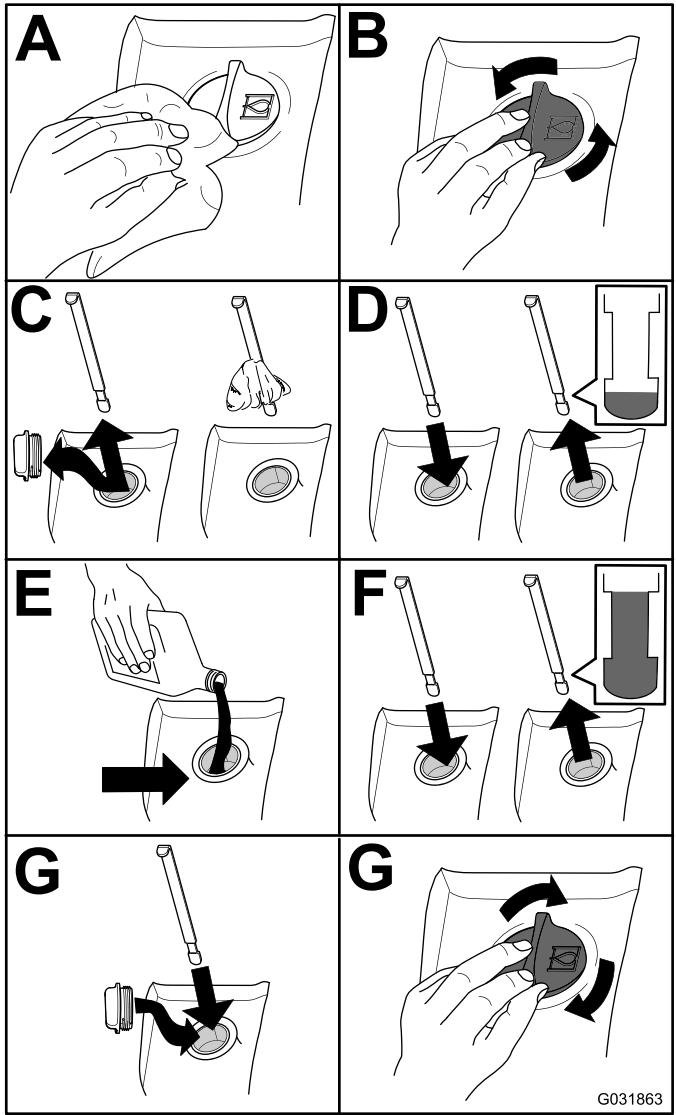

Bild 89
2. Prüfen Sie den Stand des Hydrauliköls (Bild 89).